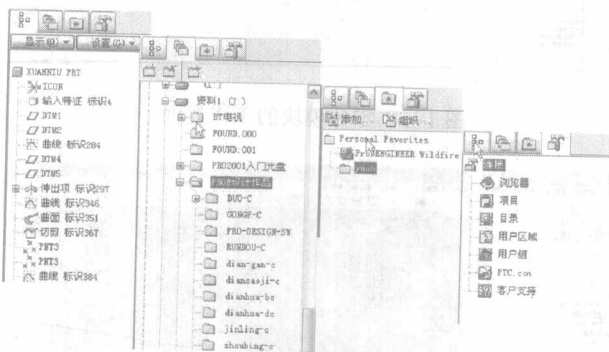

图 1-3 导航面板
(3) 导航栏隐藏/显示区：位于窗口工作区的左侧。单击导航栏右侧的符号“>”，显示导航栏；单击导航栏右侧的符号“<”，隐藏导航栏。导航栏中包括模型树、资源管理器、收藏夹和相关网络技术资源 4 部分内容，如图 1-3 所示。